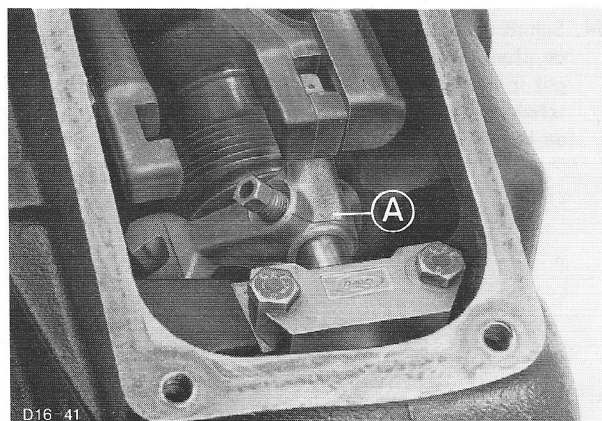

Fig.115 Schakelvinger (A) op schakelas monteren.
60. Schuif de schakelvinger op de schakelas en zet de vinger met het klemboutje vast (fig.115).